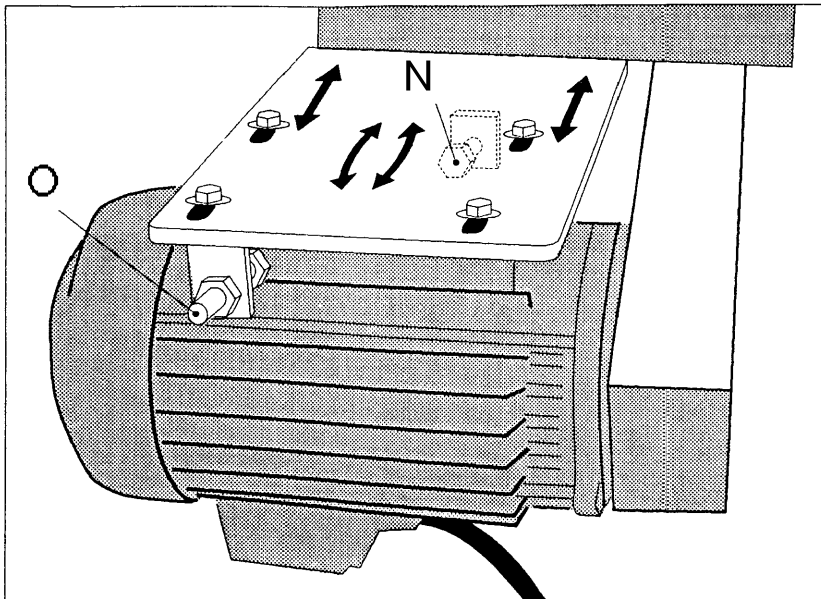

Bild 25
- Kilrepen justeras (sträckes) genom att motorns fästbultar lossas(inte helt). Bulten **N** används för att sträcka/slacka kilrepen och bulten **O** används för att justera motorns vinkel i förhållande till kilrepen. se *bild 25*.